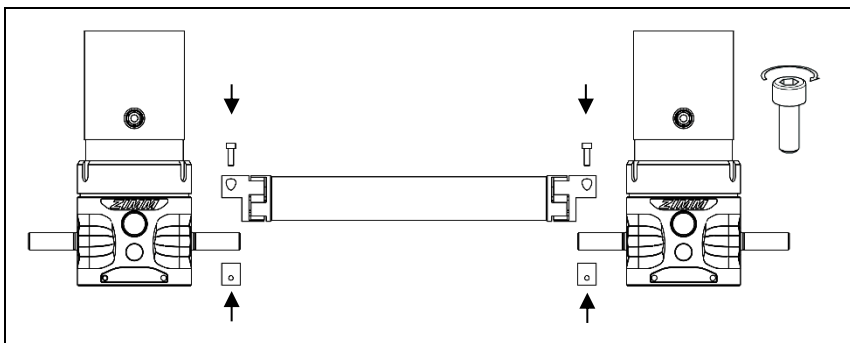

Рис. 9: Монтаж соединительного вала
3. Для актуаторов типоразмеров 100 серии ZA крепежные болты в удлиненные отверстия нужно ставить с шайбами (например по DIN 1441). Установите головку винта (см. Рис. 9), затяните и зафиксируйте стопорные винты (например, средством Loctite), затяните контргайку (до размера 100).